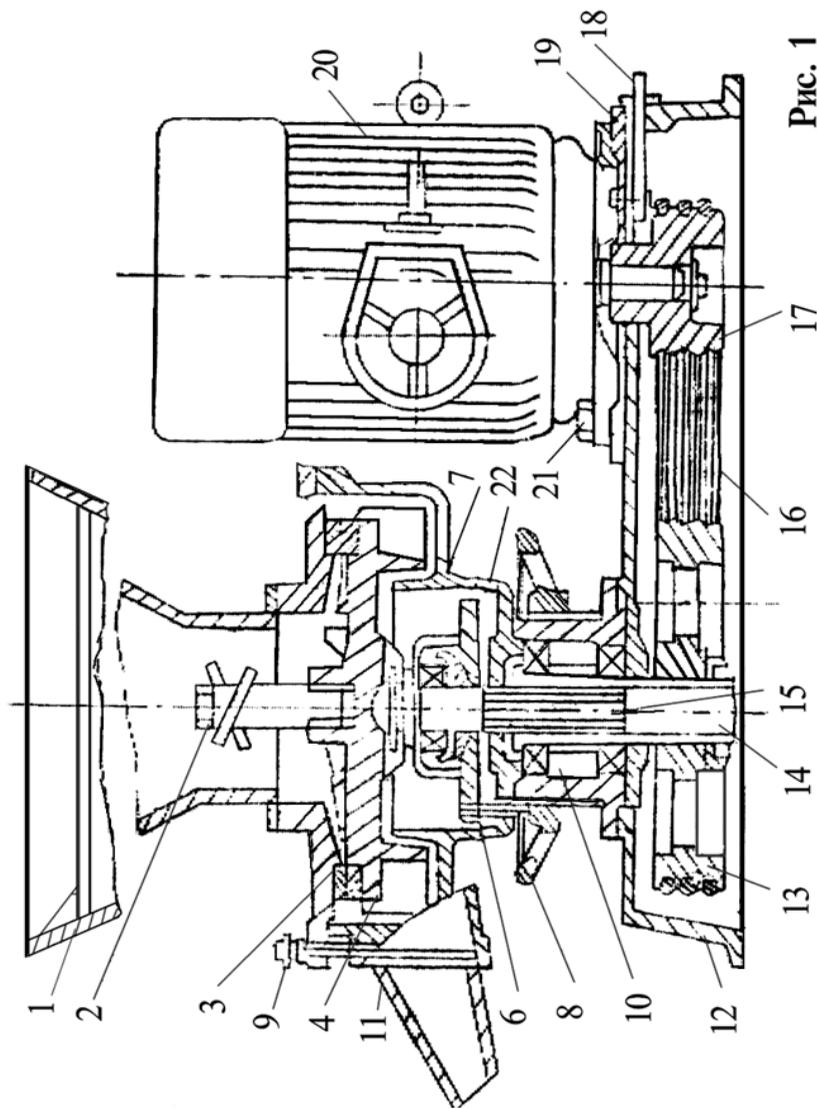

Рис. 1
6.1. Мельница (рис. 1) состоит из загрузочной воронки (1), питателя (2), взаимозаменяемых жерновов (3), корпуса (4), устройства для регулирования зазора между жерновом: диск опорный (6), маховик (8), подшипникового узла (10), чаши (7), разгрузочного лотка (11), основания (12), устройства для регулирования натяжения ремней, состоящего из плиты (19), шпильки специальной (18).